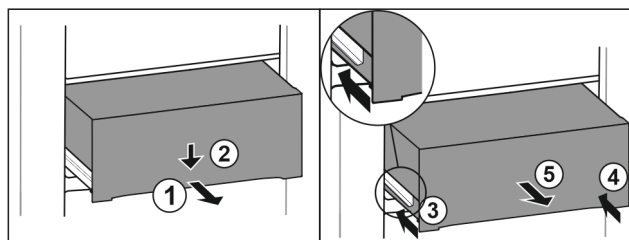

Fig. 104
- ▶ Estrarre il cassetto a metà. Fig. 104 (1)
- ▶ Premere il cassetto sul lato anteriore verso il basso. Fig. 104 (2)
- ▶ Spingere la guida sinistra di circa 2 cm verso l'interno. Fig. 104 (3)
- ▶ Spingere la guida destra di circa 2 cm verso l'interno. Fig. 104 (4)
- ▶ Rimuovere il cassetto tirandolo in avanti. Fig. 104 (5)